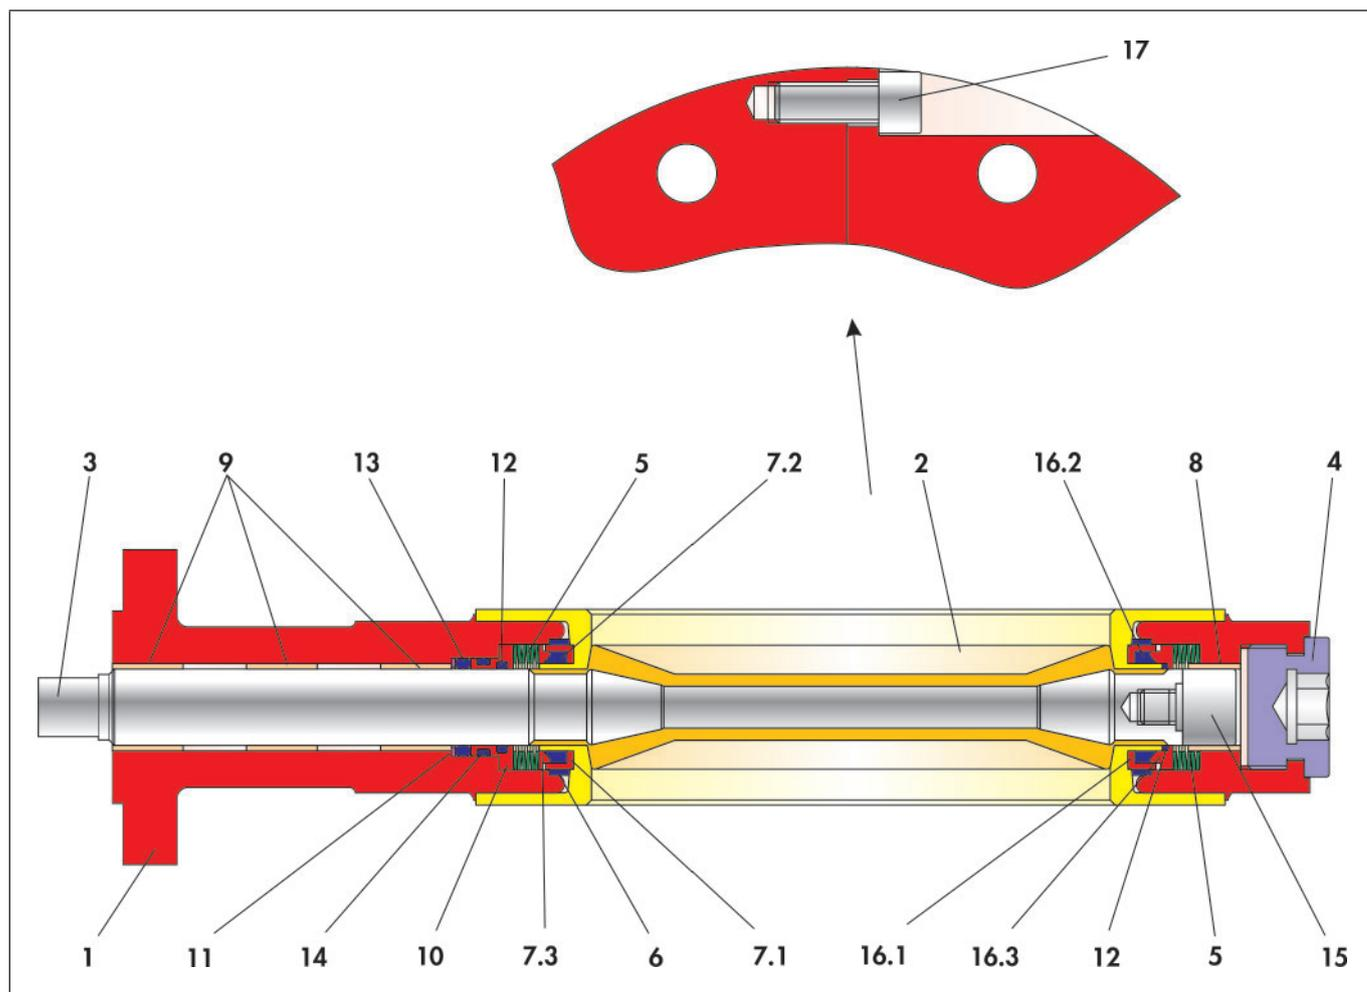

Figura 3-2: Desenho em corte da válvula borboleta BR 10e
- ⇒ Introduzir o casquilho (8) no furo do veio da metade inferior do corpo (1b).
- ⇒ Inserir o jogo de anilhas de mola (5), composto por 6 anilhas de mola, na respetiva posição da metade do corpo (1b). Consultar a disposição da anilhas de mola na figura 3-2.
- ⇒ Introduzir os casquilhos (9) no furo do veio da metade superior do corpo (1a).
- ⇒ Introduzir o disco (11) no furo do veio até ao casquilho já montado.
- ⇒ Colocar o O-ring (13) no disco (11) no furo do veio.
- ⇒ Introduzir os O-rings (12) e (14) nas respetivas reentrâncias do casquilho (10).
- ⇒ Introduzir o casquilho pré-montado no furo do veio até ao O-ring (13).
- ⇒ Inserir o jogo de anilhas de mola (5), composto por 6 anilhas de mola, na respetiva posição da metade do corpo (1a). Consultar a disposição da anilhas de mola na figura 3-2.